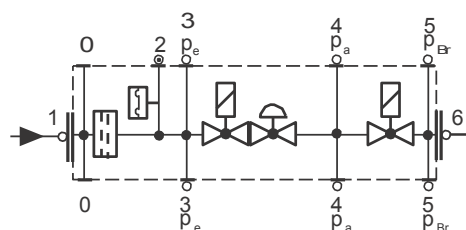

Fig. 17
- Nettoyer ou remplacer le filtre si la différence de pression entre les points 1 et 3 (Fig. 17) est  $\geq 10$  mbar.
- Nettoyez ou remplacez le filtre si la différence de pression entre les points 1 et 3 (Fig. 17) a doublé depuis le dernier contrôle. Le filtre peut être remplacé sans démonter la vanne..